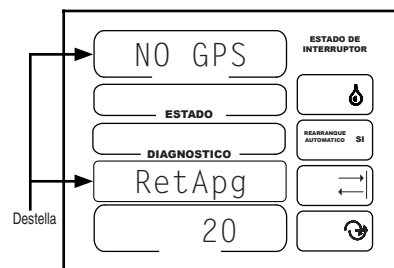

Figura 64-1
1. NO GPS RetApg debe estar destellando. Vea la Figura 64-1.